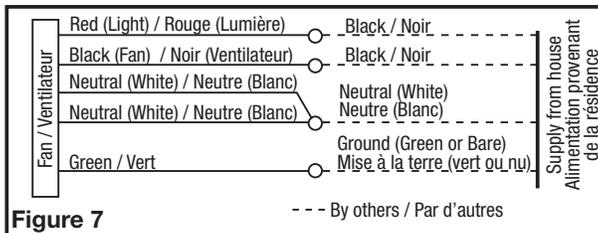

Figure 7
- From where you have access to inside the fan's junction box, connect the one white wire from the house to both the white wire from the fan's light receptacle and the white wire from the fan's exhaust receptacle. Connect the first black wire from the wall switch to the red wire from the fan's light receptacle. Connect the second black wire from the switch to the fan's exhaust receptacle. Connect the ground wire from the house to the green wire from the fan's grounding screw (**Figure 7**). Use approved methods for all connections.
- Par là où vous avez accès à l'intérieur de la boîte de jonction du ventilateur, raccorder un fil blanc de la maison aux deux fils blancs du réceptacle de la lumière et le fil blanc du réceptacle du ventilateur d'évacuation. Raccorder le premier fil noir provenant du commutateur mural au fil rouge du réceptacle de la lumière. Raccorder le second fil noir provenant de la maison vers le réceptacle du ventilateur d'évacuation. Raccorder le fil de mise à la terre de la maison au fil vert de la vis de mise à la terre du ventilateur (**Figure 7**). Utiliser des méthodes de raccordement approuvées pour toutes les connexions.